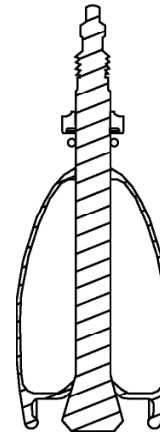

Abb. 1 - A
- Entfernen Sie die Sicherungsmutter (Abb. 1 - A), die auf das Außengewinde des Ventils geschraubt ist.
- Schrauben Sie die zuvor entfernte Kontermutter (Abb. 1 - A) wieder auf das Ventil, so dass das Ventil im Verhältnis zur Felge gehalten wird.